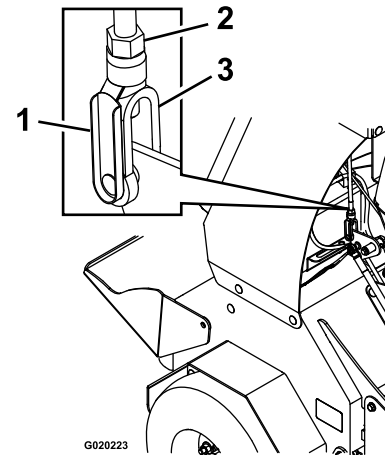

Figura 62
- B. Retire el pasador de muelle del conector de horquilla del acoplamiento de la palanca de control de tracción (Figura 62).
- Si la palanca de control **toca la barra de referencia**, gire el conector de horquilla (Figura 62) en sentido antihorario (visto desde la parte superior de la máquina).
- Si la palanca de control **no toca la barra de referencia**, gire el conector de horquilla (Figura 62) en sentido horario.
- D. Instale el pasador de muelle (Figura 62) y mueva la palanca de control hacia adelante.
- F. Retire el pasador de muelle, gire el tensor en sentido horario una vuelta más e introduzca el pasador de muelle (**Figura 62**).